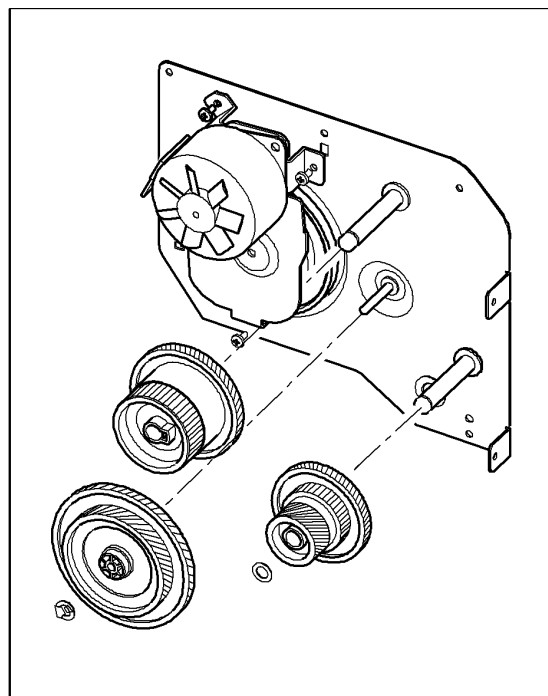

Рисунок 4
7. Снимите шестерню привода фьюзера, шестерню привода OPC, затем шестерню RDCN 113/83, рисунок 4.